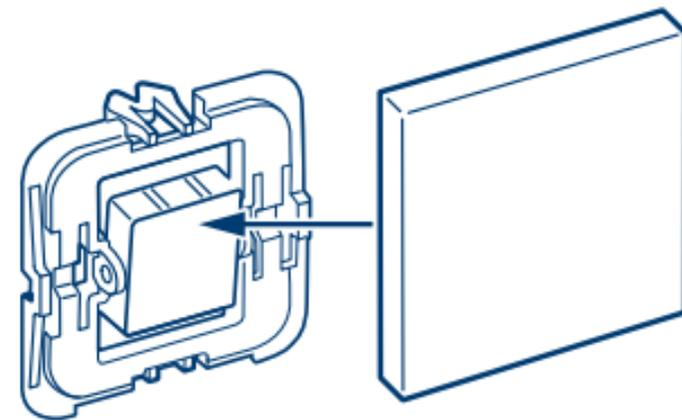

Abbildung 5
- ▶ Montieren Sie den passenden Adapter auf Ihre Wippe (s. Abbildung 5), aber setzen Sie die Wippe noch nicht wieder auf. Binden Sie die Lichtsteuerung zuerst in das Smart Home System ein, wie es in Kapitel 8 Installation und Inbetriebnahme beschrieben. Eine Übersicht passender Adapter finden Sie in Kapitel 5.